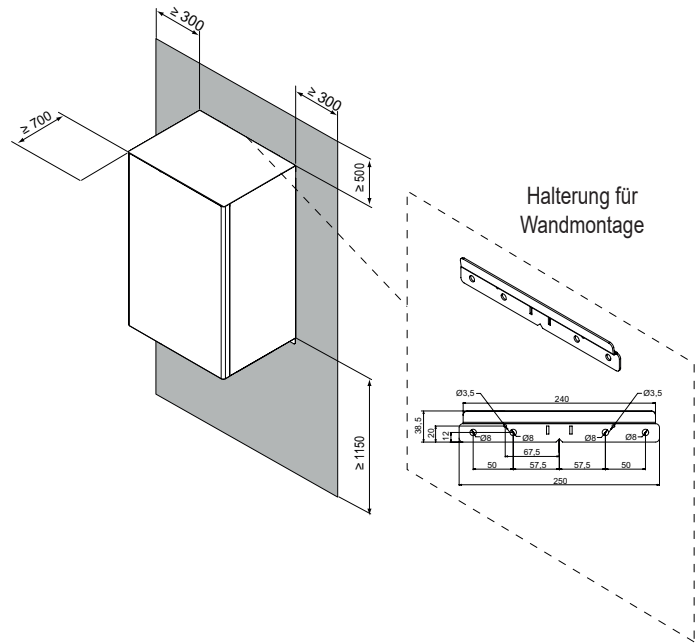

Abb. 12 - Mindestbetriebsbereich für die Inneneinheit
- Der Raum um die Einheit ist für die Wartung angemessen, siehe Abb. 12.